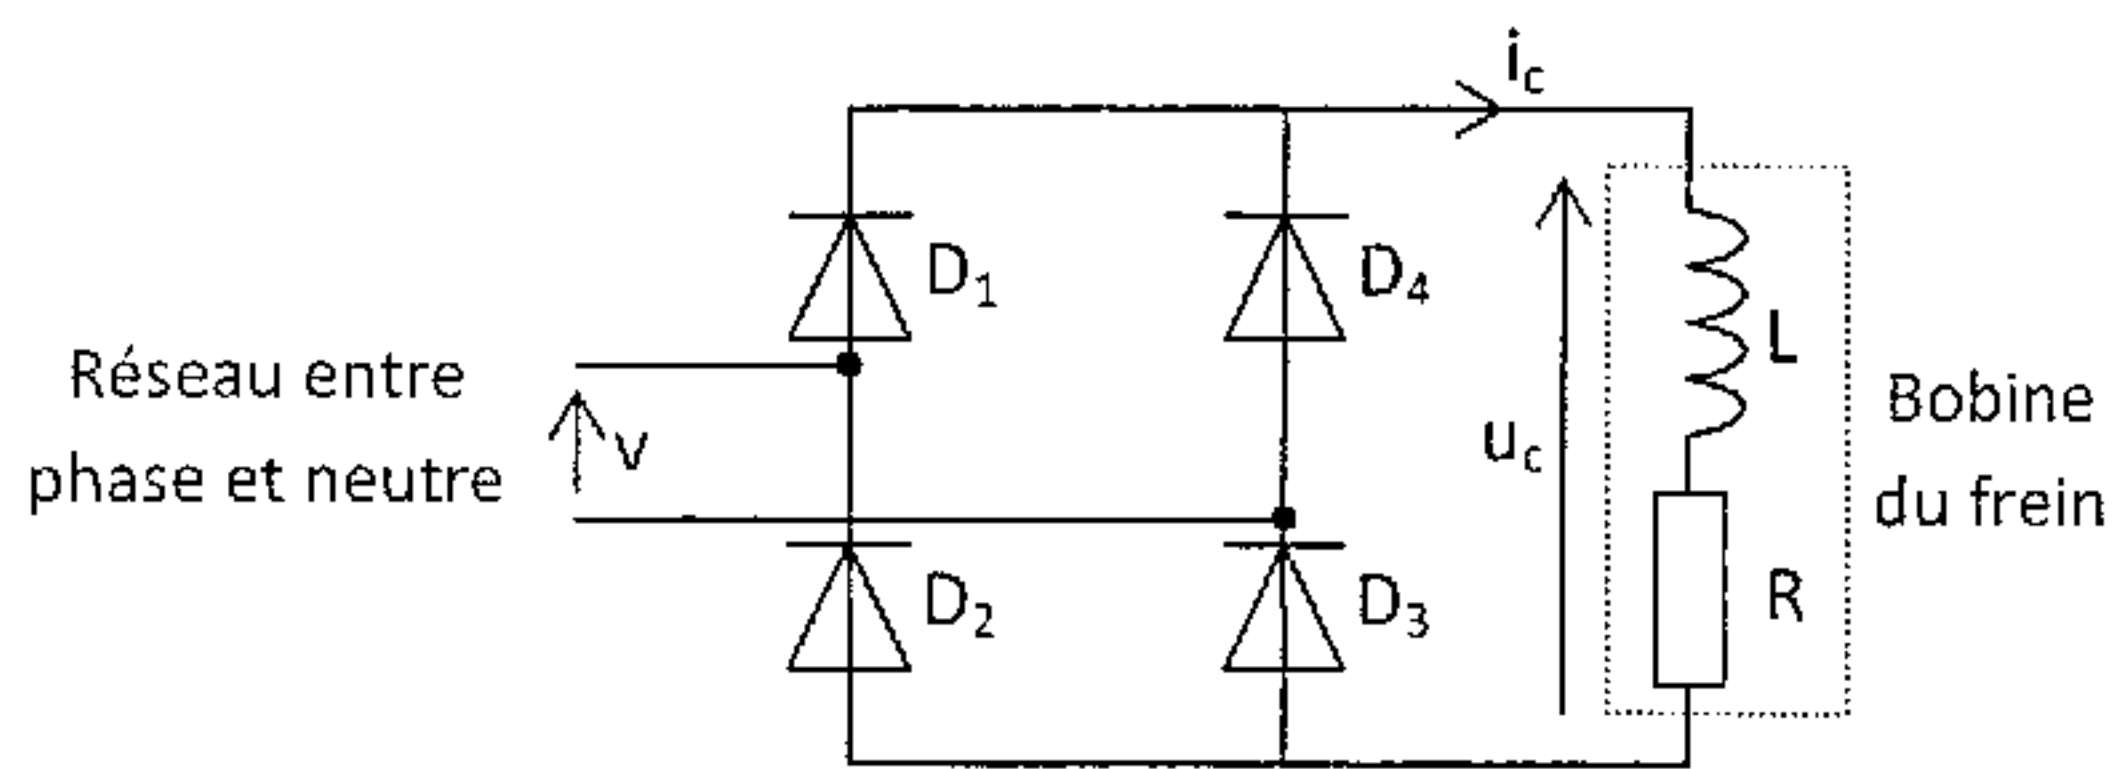

Figure 5
La bobine de commande du frein électromécanique est alimentée par un pont redresseur à 4 diodes, selon la figure 5 du document-réponse 4 page 10.
6.1. Représenter les branchements de l'oscilloscope sur la figure 5 du document-réponse 4 page 10.